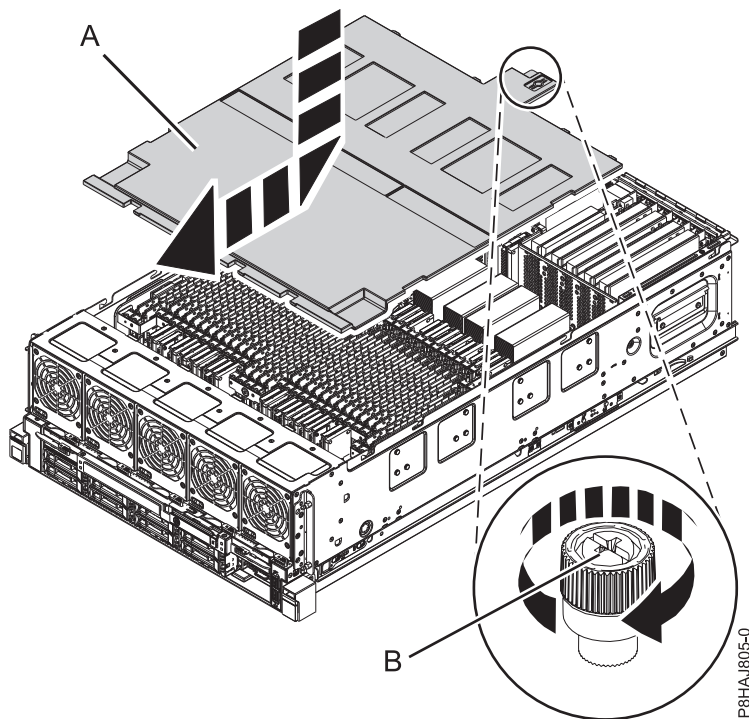

Figura 36. Substituir a tampa de segurança
2. Faça deslizar a tampa de segurança (A) em direcção ao chassis.
3. Aperte o parafuso de aperto manual (B) ao rodá-lo na direcção apresentada na Figura 36 na página 58 para fixar a tampa de segurança ao chassis.